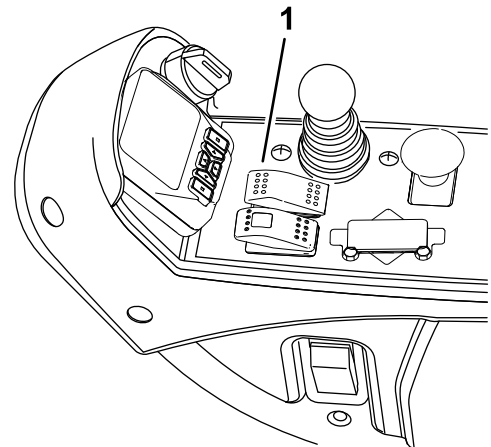
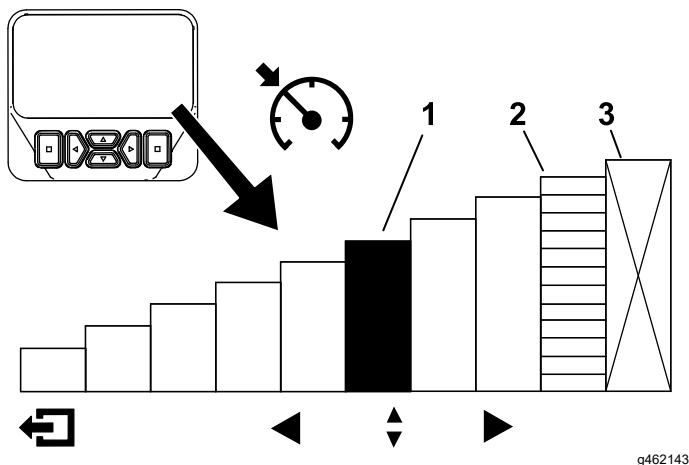

Bild 30
Bild 31
Nachdem der Tempomatschalter aktiviert und die Geschwindigkeit eingestellt wurde (Bild 30), verwenden Sie das InfoCenter, um die Geschwindigkeitseinstellung des Tempomats anzupassen (Bild 30 und Bild 31).
1. Aktivieren Sie den Schalter des Tempomats in der Konsole (Bild 30).
2. Verwenden Sie das InfoCenter Display, um die Geschwindigkeitseinstellung des Tempomats anzupassen (Bild 31).